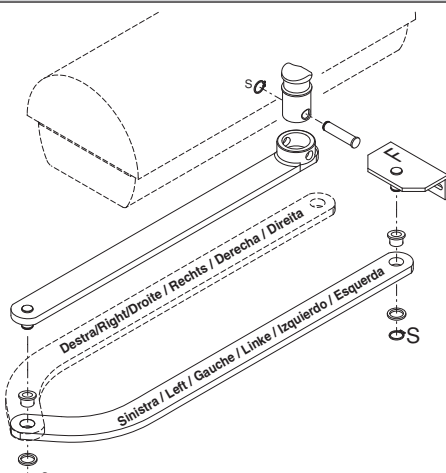

Fig. 7
- Den Vierkant des ersten Hebels in die Ausgangswelle des Getriebemotors einführen und befestigen (Fig.7).